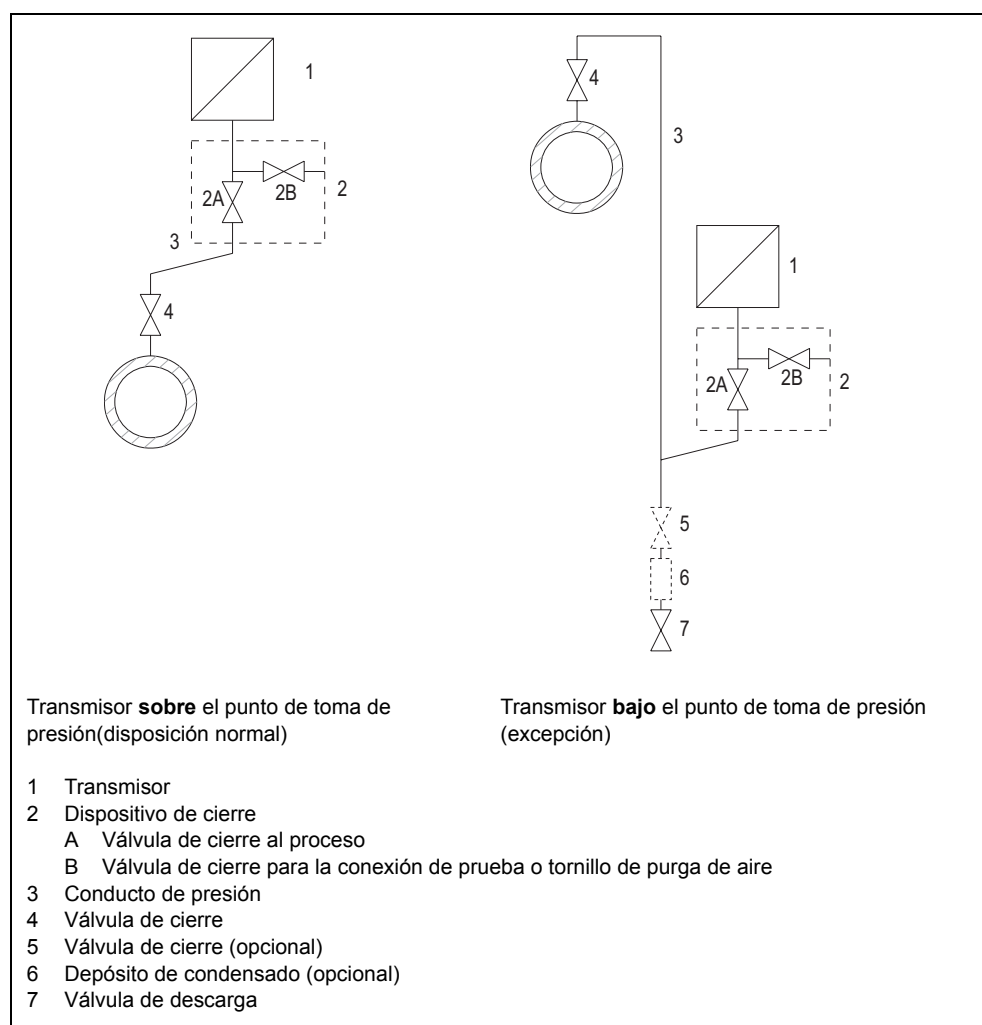

Figura 24 Medición de gases
1. Abra la válvula de cierre (2B, Figura 24)
2. Aplique al convertidor la presión que corresponde al inicio de medición a través de la conexión de prueba del dispositivo de cierre (2).
5. Abra la válvula de cierre (4) en el racor de toma de presión.